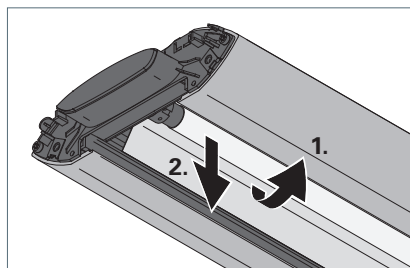

Fig. 19: Sostituzione della lampada.
- Girare la lampada di 90° ed estrarla verso il basso, vedi Fig. 19.